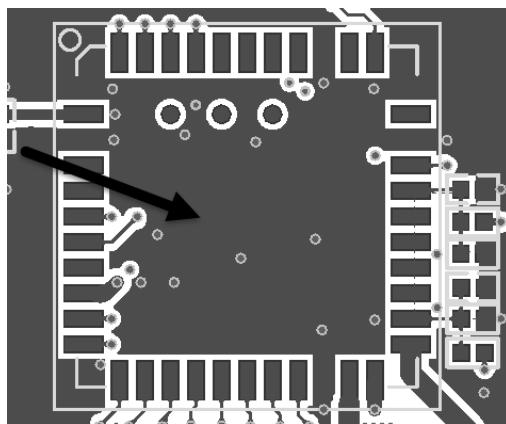

图 15-47 WIFI/BT 模块的地平面处理
(8) 如图 15-47 所示，同样是为了避免干扰，模块下方第一层保持完整的地，不要有其他信号走线，其他信号走线尽量走在内层。